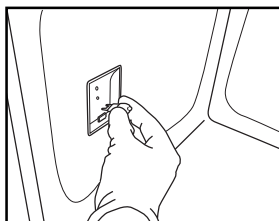

Fig. 6
4. Skift ut pæren (se type i anmerkning) (Fig. 6).